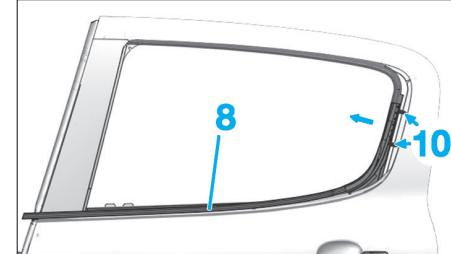

Fig. 120
- Dégrafer le joint lécheur extérieur (8) comme illustré en (10) et en suivant la flèche (Fig.120).